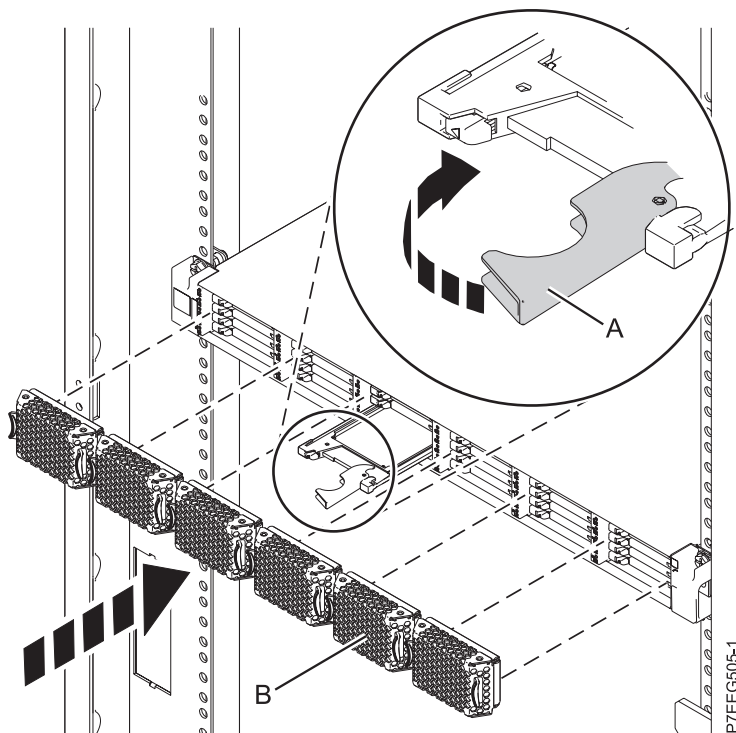

Figura 4. Instal·lació d'una unitat d'estat sòlid a Allotjament d'emmagatzematge EDR1 PCIe
1. Amb la nansa en posició desbloquejada, alineu la unitat d'estat sòlid amb les guies de l'allotjament. Consulteu Figura 4 a la pàgina 12.